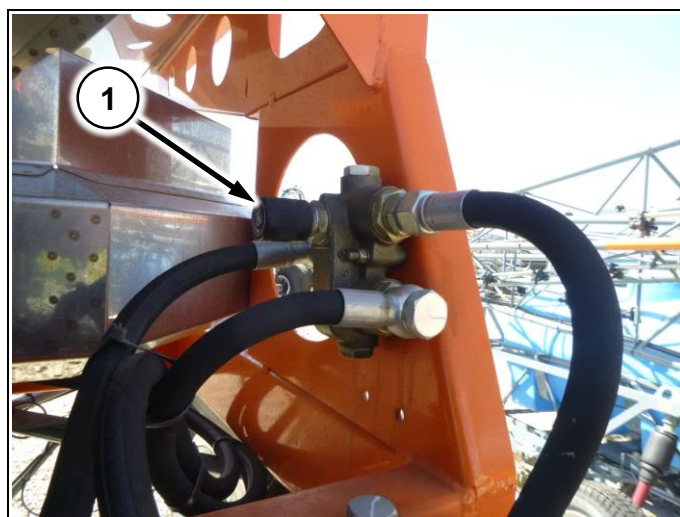

Рис. 85
1. Приоткройте ручку (Рис. 85/1) на один оборот и совершите пробный проезд на рабочей скорости.